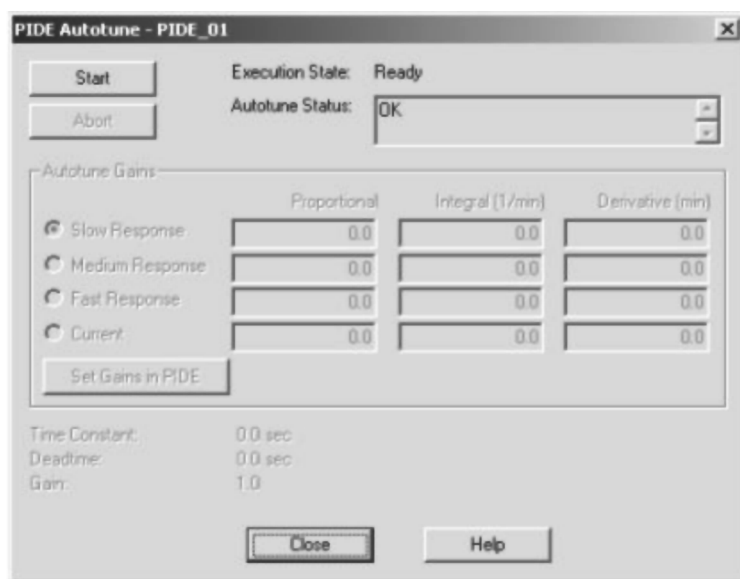

图 16-29 PIDE 自整定启动界面
4. 点击“自整定”（Autotune）按钮，显示 PIDE 自整定启动界面，如图 16-29 所示。